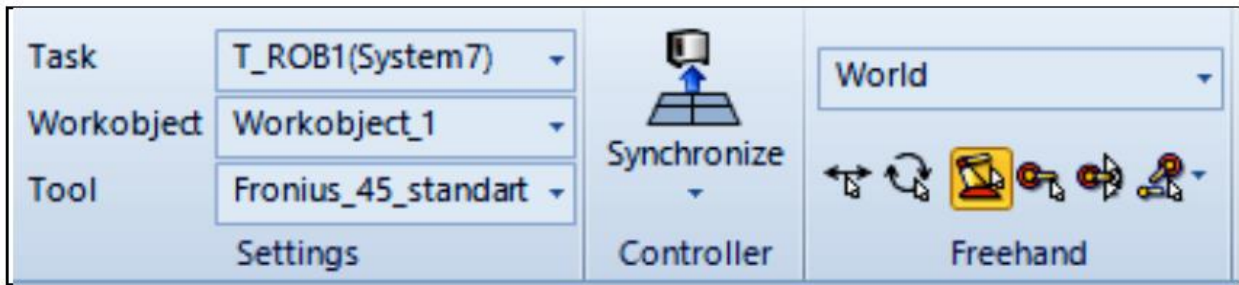

Рисунок 5 - Фрагмент основной панели управления RobotStudio
- Другая часть вкладки «Home» представлена на рис.5 и соответствуют: